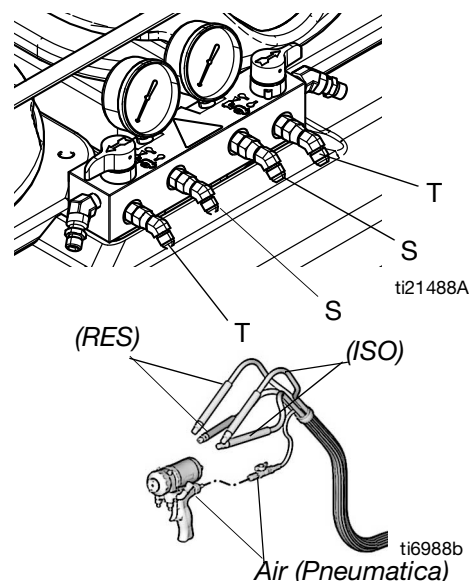

FIG. 5 Collegare i tubi flessibili di ricircolo
1. Collegare i tubi flessibili di alimentazione del fluido ai collegamenti dei tubi di uscita (S, FIG. 5). Tubi rossi per ISO, blu per RES. I raccordi hanno dimensioni adatte a evitare errori di collegamento. Collegare l'altra estremità dei flessibili agli ingressi ISO e RES della pistola.